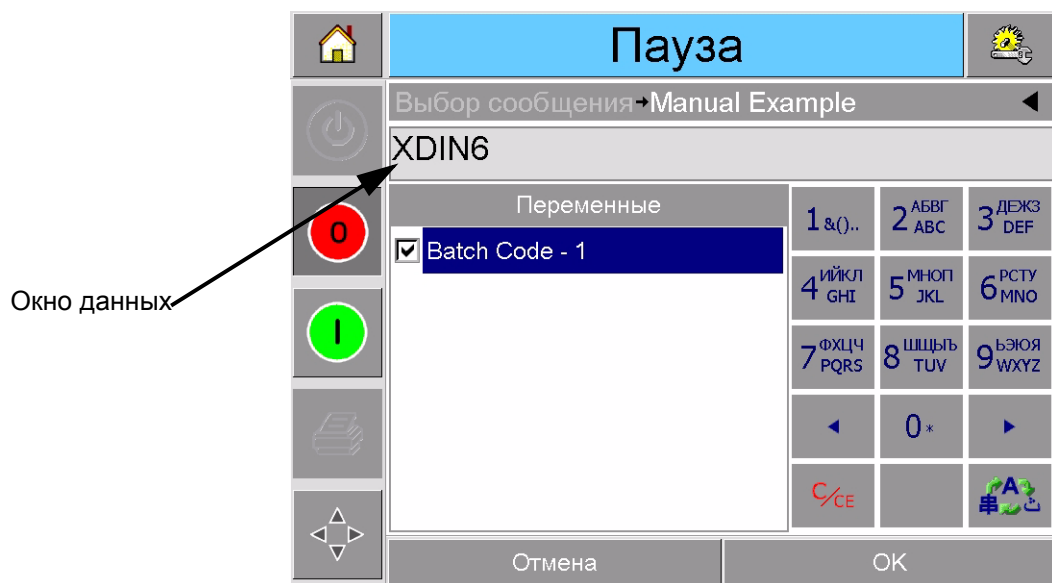

Рис. 4-7: Окно данных по умолчанию
- 1 Прикоснитесь в списке к требуемой переменной задания, чтобы ее выбрать (автоматически выбирается первая переменная в списке). В окне данных отображаются данные по умолчанию для этой переменной задания на печать (Рис. 4-7).